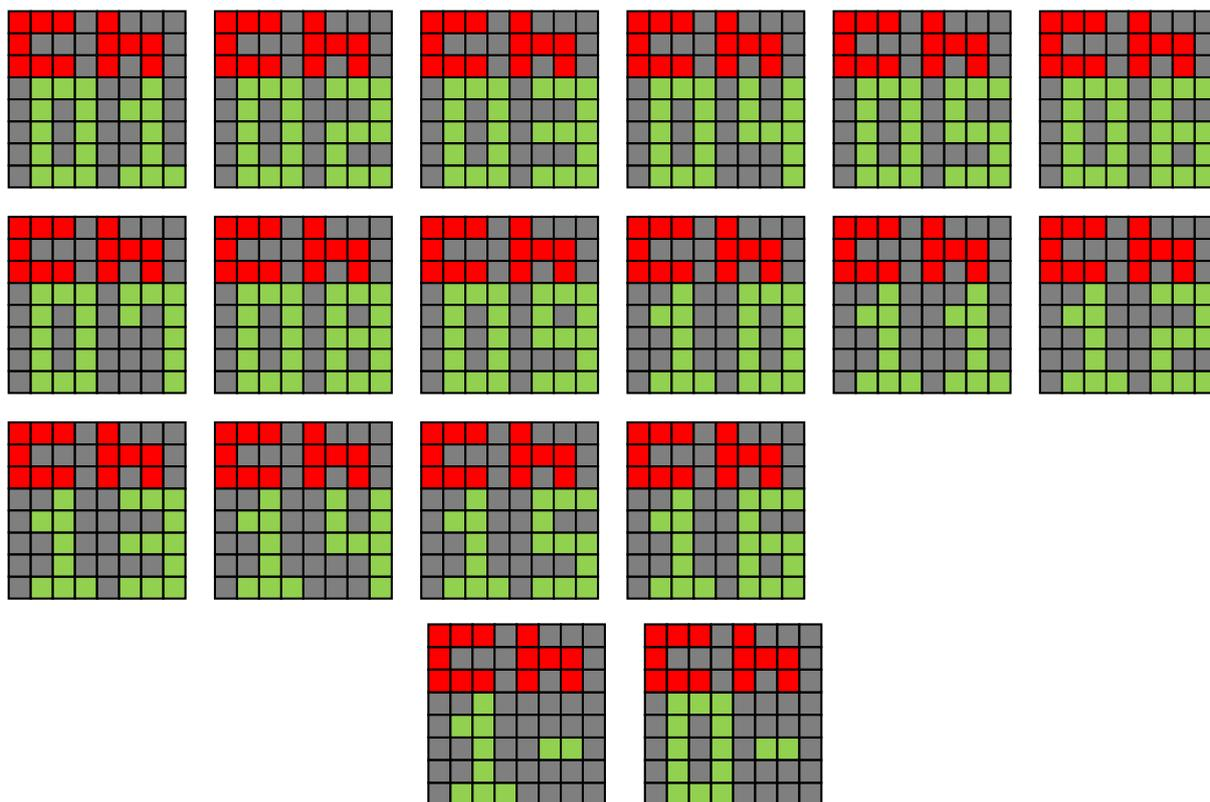

図 1-10 MIDI チャンネル表示一覧
- 表示対象チャンネル表示中のマトリクス LED 表示内容は図 1-10 のとおりです。(黒は消灯、赤と緑で点灯)